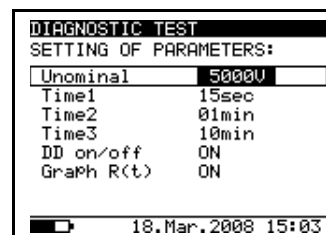

Fig. 18. Opsætningsmenu i diagnosetest (Diagnostic Test)
1. Tryk på **SELECT** knappen og opsætningsmenuen (Set-up menu) vises på skærmen, se the **Fig. 18**.